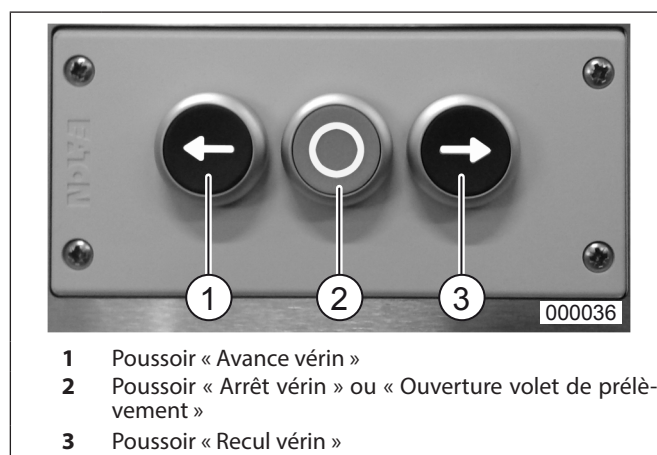

fig. 12 Elements de commande presse
Le volet de prélèvement ne peut être ouvert que si ce poussoir (fig. 12/2) a préalablement été enfoncé.
Les matériaux incompatibles avec le destructeur de documents peuvent également être chargés manuellement dans le compacteur. Amenez le vérin de compression en arrière dans sa position initiale (fermer le volet d'introduction et appuyer sur le poussoir « Recul vérin » (fig. 12/3)) et procédez alors comme suit:
3. Fermer le volet d'introduction et appuyer sur le poussoir « Avance vérin » (fig. 12/1).
5. Détacher les extrémités de la bande (fig. 20/3) coincées sur du châssis du compacteur, les nouer avec la bande étirée (fig. 16) puis couper la bande derrière le nœud avec une paire de ciseaux (fig. 12).